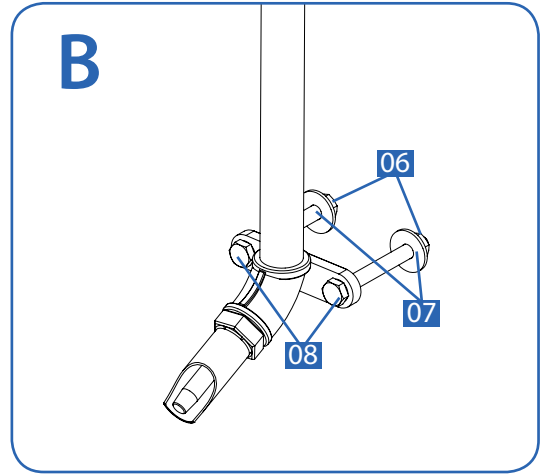

Fig.05. Instalación del bebedero en el panel sándwich.
B.- Si se instala en los separadores de PVC, el agujero debe ser pasante y se atornillara el soporte mediante dos tornillos M8x70 DIN 933 **08** con una arandela M8 DIN 9021 **07** y tuerca M8 DIN 985 **09** (fig.05).